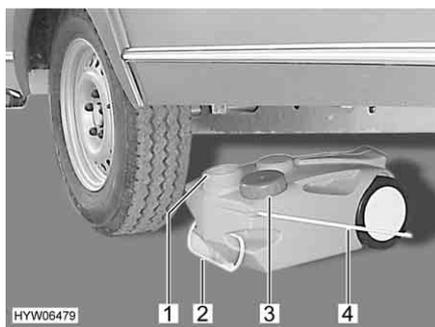

Fig. 194 Serbatoio delle acque grigie, mobile
- Chiudere l'apertura del serbatoio delle acque grigie (Fig. 194,1) con il coperchio (Fig. 194,3).
- Estrarre il serbatoio delle acque grigie tramite la maniglia (Fig. 194,2).
- Sollevare verso l'alto la maniglia da asporto (Fig. 194,4) e posizionare verticalmente il serbatoio delle acque grigie.